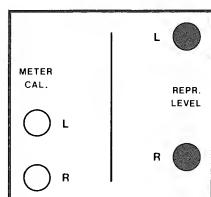

Fig. 9.11.
- Mit dem Regler REPR. LEVEL L (Fig. 9.11.) eine Ausgangsspannung von 0,775 V einstellen.
- Mit dem Regler REPR. LEVEL R (Fig. 9.11.) eine Ausgangsspannung von 0,775 V einstellen.
- With potentiometer REPR. LEVEL L (fig. 9.11.) adjust to an output level of 0.775 V.
- With potentiometer REPR. LEVEL R (fig. 9.11.) adjust to an output level of 0.775 V.
- A l'aide du potentiomètre REPR. LEVEL R (fig. 9.11.) ajustez la tension de sortie à 0,775 V.